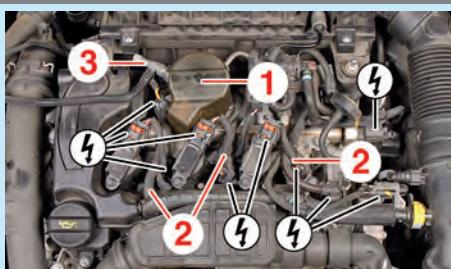
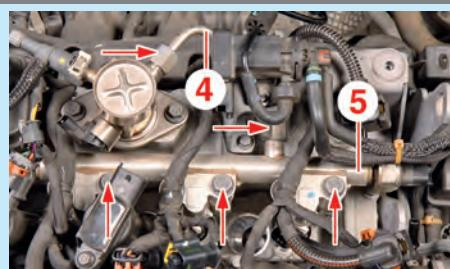

Fig.1
Fig.2
- Déposer le cache (1) de la pompe haute pression (Fig.1).
- Ecartez les faisceaux électriques (2) des injecteurs.
- Débrancher le conduit de carburant (3).
- Déposer la canalisation haute pression de carburant (4) (Fig.2).
- Déposer la rampe d'injection (5) avec les injecteurs.